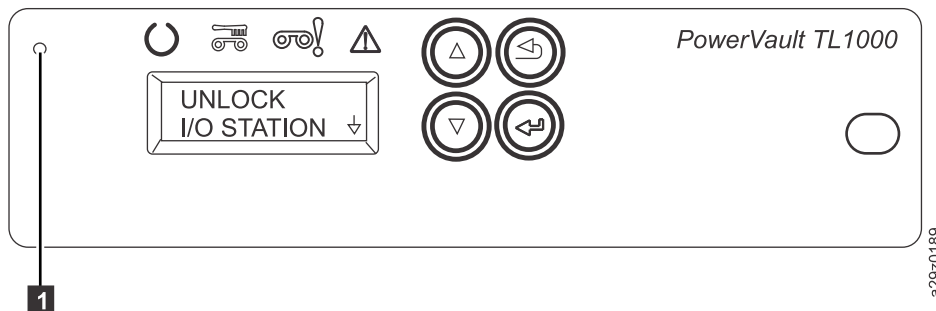

Figure 58. Orifice d'accès au déverrouillage du magasin de cartouches
1. Sur le panneau avant, recherchez le trou d'accès du mécanisme de déverrouillage du magasin de cartouches à gauche du panneau de commande (1 dans Figure 58, à la page 130).